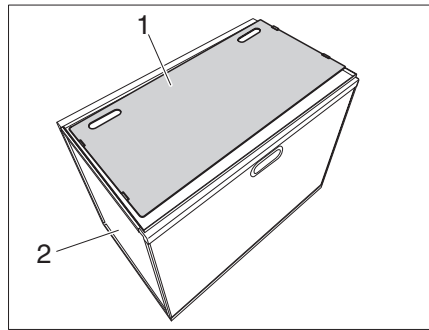
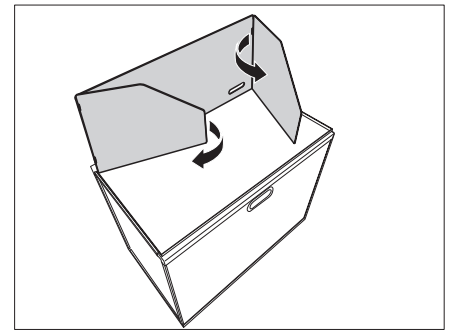

Figura 19 Colocar cortavientos
Figura 20 Instalar los paneles laterales y posterior
- Retirar el cortavientos (Figura 19,1) de la Campbox colocar en el compartimento extraíble con espacio de almacenamiento (Figura 19,2).
- Instalar el cortavientos como se indica en Figura 19 y Figura 20.